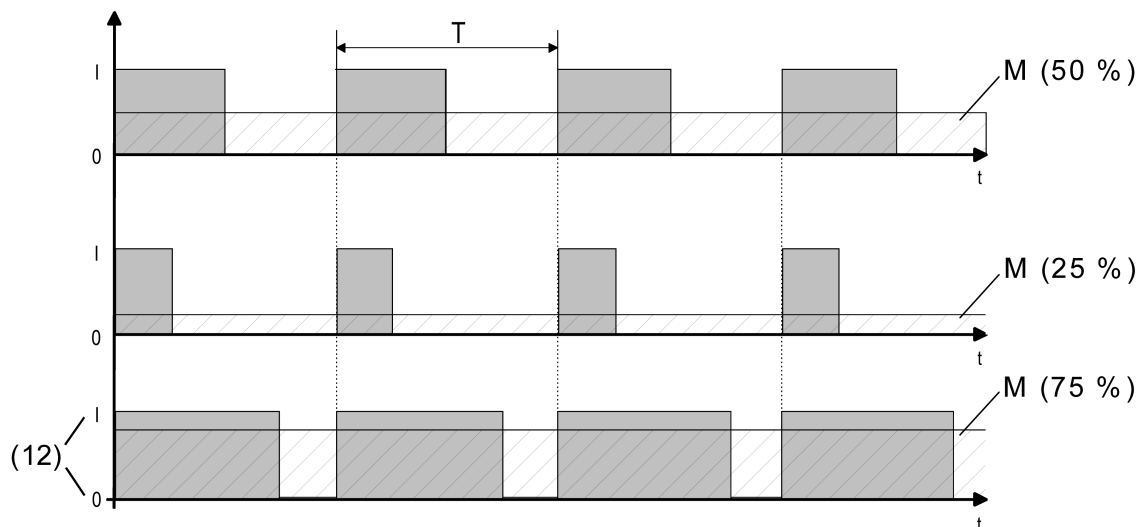

Bild 19: Pulsweitenmodulation eines Ventil-Ausgangssignals
Sobald das Gerät eine stetige Stellgröße oder einen in der ETS konfigurierten stetigen Ventil-Sollpositionswert am Ventilausgang einstellen soll, moduliert es das Ausgangssignal über die Einschalt-Pulsweite. Der aus dieser Modulation resultierende Mittelwert (M) des Ausgangssignals ist unter Berücksichtigung der im Gerät einstellbaren Zykluszeit (T) ein Maß für die gemittelte Ventilstellung des Stellventils und somit eine Referenz für die eingestellte Raumtemperatur (Bild 19).